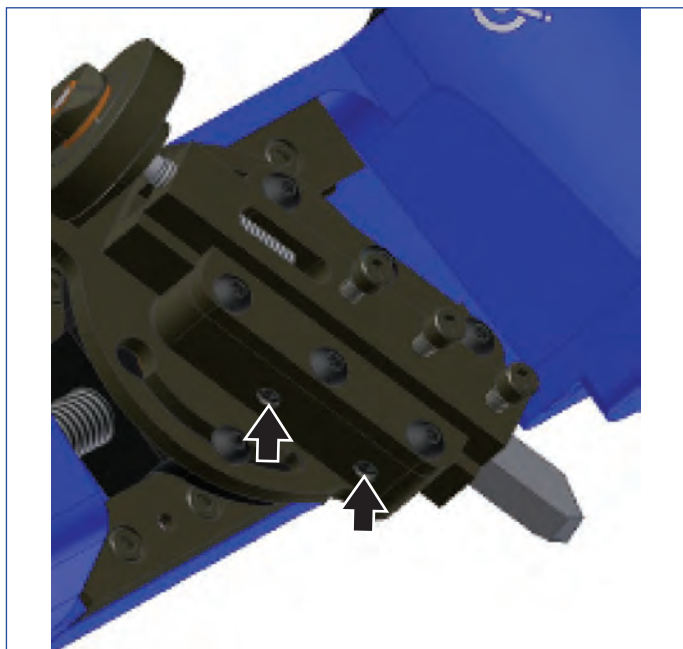

図 8
6. 刃物固定ブロックに緩みがある場合は、緩みをなくすよう刃物固定ブロックのセットスクリーンを調節してください(図8参照)。深さ調整ネジをやや締めるか緩めるかして、深さ調整ネジが自由に回転し、回すのが難しくない程度に調節します。
プラスチックのセットスクリーンを調節します(図8参照)。